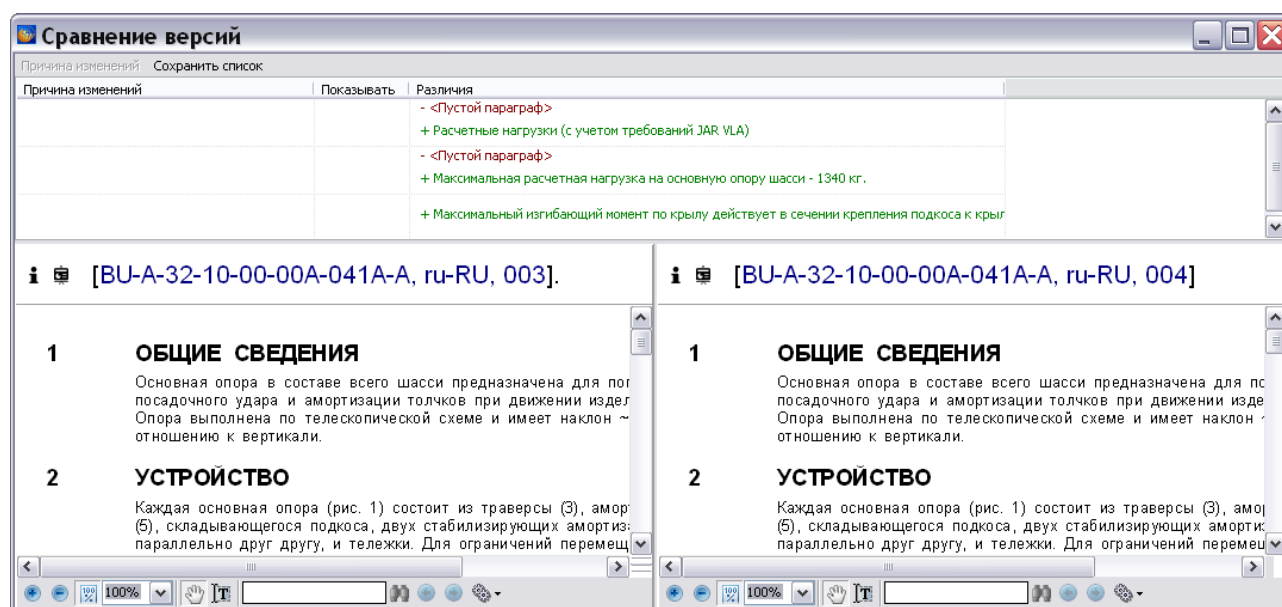

Рис. 20.21
2. Укажите версию до изменения, затем версию после изменения и нажмите на кнопку **Применить**. После этого появится окно **Сравнение версий** (Рис. 20.21).